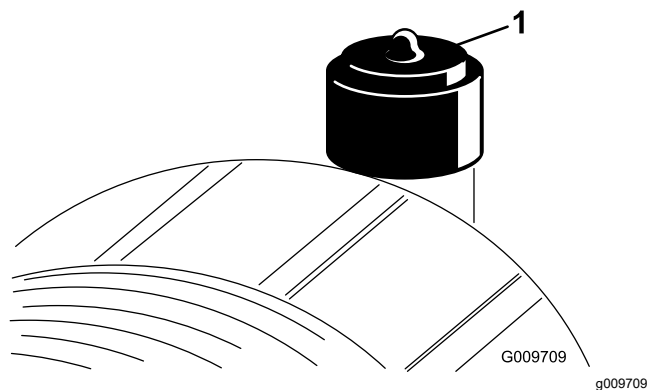

Figura 50
Effettuate la manutenzione dell'elemento filtrante del filtro dell'aria solo quando l'indicatore della restrizione (Figura 50) lo richiede. Sostituendo l'elemento filtrante del filtro dell'aria prima del necessario si aumenta il rischio che la morchia penetri nel motore quando lo si toglie.
2. Se la spia è rossa, resettate l'indicatore di restrizione (Figura 50).